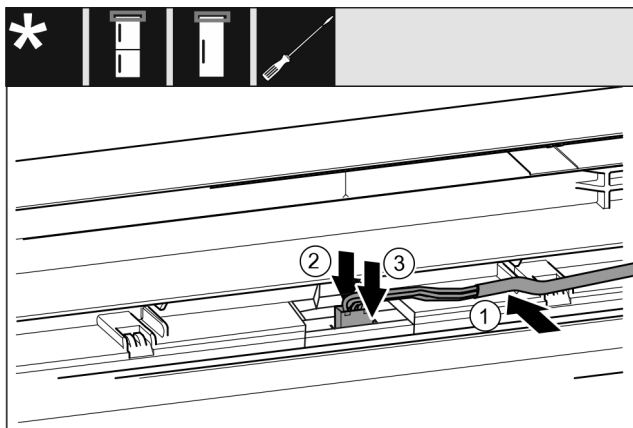

Fig. 63 Combine frigorifice / Congelatoare / Frigideră*
- ▶ Introduceți cablul Fig. 63 (1) în ghidaj, în ușa superioară.*
- ▶ Apăsăți ciocul de fixare Fig. 63 (2) spre înapoi.*
- ▶ Fixați fișa Fig. 63 (3) în poziție.*